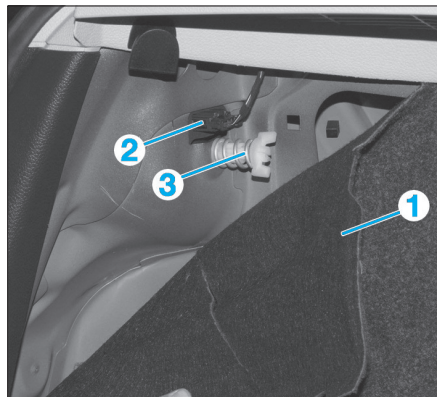

Fig. 73
- Ecarter le revêtement latérale (1) sans le déposer.
- Débranche le connecteur (2) de la platine de feu arrière (Fig.73).
- Déposer la vis de fixation (3) puis extraire le feu de son logement.